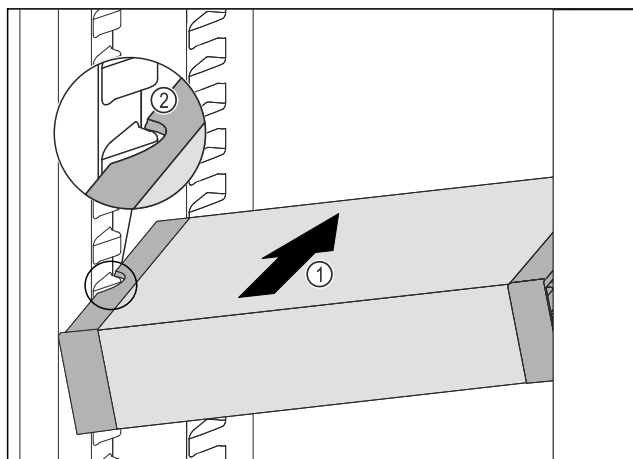

Fig. 89
- ▶ Skub VarioSafe skråt ind i kølesektionen, Fig. 89 (1) indtil udsparingerne i siden Fig. 89 (2) på VarioSafe er på niveau med beholderribben i kølesektionen.